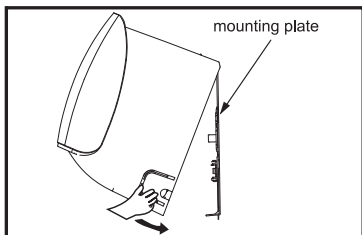

Fig. 19
8) Mbyllini dy mbajtëset në pllakën e montimit në mur siç tregohet në Fig. 18. Më pas lëvizeni njësinë pak nga pak, për të realizuar pozicionimin më të mirë, pastaj shtypeni njësinë në 2 vendet e caktuara poshtë (Fig.19).